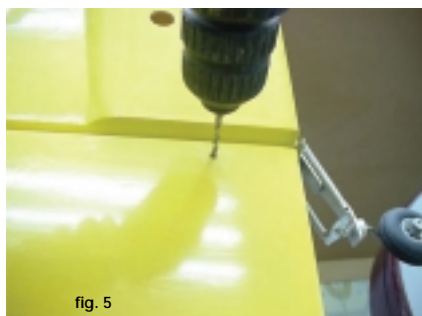
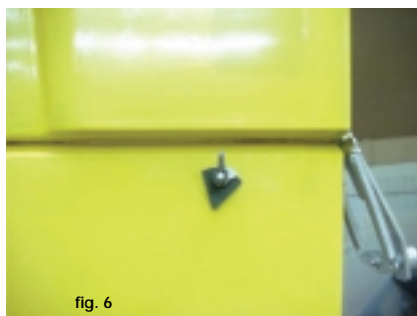

fig. 5
fig. 6
Drill a hole at the bottom of the rudder, see fig. 5.
Install the control horn, see fig. 6.
Percez un trou dans le gouvernail de profondeur pour le passage du guignol, voir fig. 5.
Placez le guignol comme montré dans la fig. 6.
*Bohren Sie eine Loch in den Ruder, sehen Sie Fig. 5. Plazieren Sie den Horn wie in Fig. 6 gezeigt.*